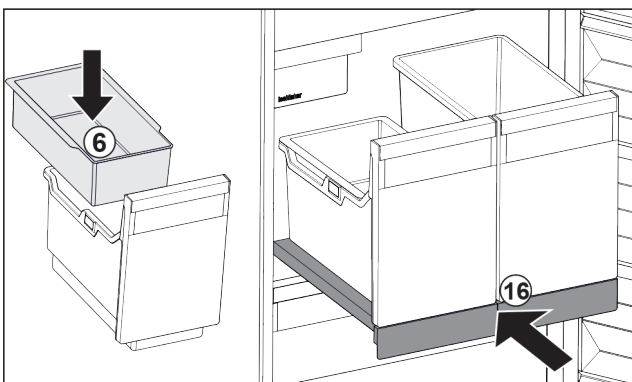

Fig. 145
- Einhängeschale Fig. 145 (6) für Eiswürfel einsetzen.
- Auszugsbord mit Behälter (IceTower) einschieben. Fig. 145 (16)